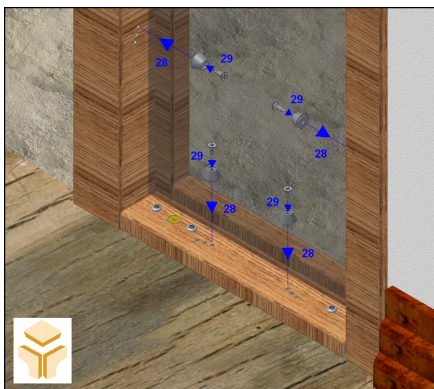

Fig. 4.4.1 – Fixação do vidro (colocação das porcas de fixação dos bits)
Instale o vidro com a espessura que pretende (12, 14 ou 16 mm), e aparafuse as “porcas” para a fixação dos bits de aperto do vidro (28) (29) de acordo com o que mencionado acima (ver fig. 4.4.1).